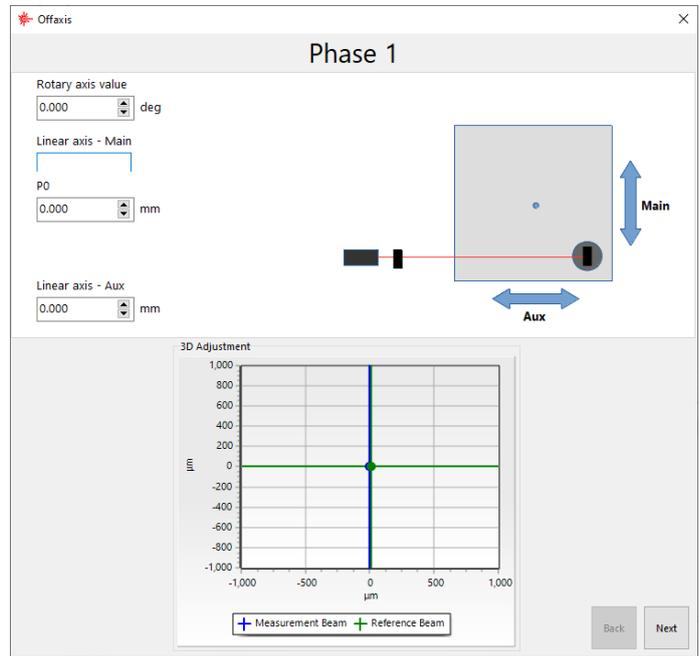

FIG.14.17. FASE 1 DE LA GENERACIÓN DE LA RUTA FUERA DEL EJE
- 1) **Phase 1** – El eje principal de la máquina (consulte la Figura 14.17) debe moverse para que la alineación del rayo láser pase cerca del centro de la tabla de ajuste (fig. 14.17). Con el movimiento del eje auxiliar se debe establecer una distancia entre el elemento IK1 y la unidad central. La precisión de esta distancia debe ser mejor que 10 cm y no tiene que mantenerse con mucha precisión. Una vez configurada